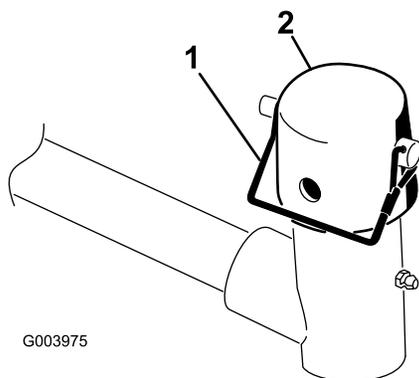

図9
7. 昇降アームのピボットヨークからスナップピンとキャップを外す 図9。
11. スナップピンを使って、キャップとキャリアフレームのシャフトを昇降アームのヨークに固定する。カッティングユニットをステアリングモードで使う場合はスロットを使い、固定モードで使用する場合には、穴を使う 図9。